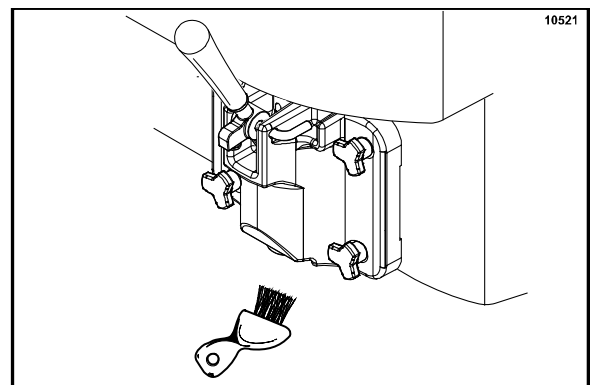

Figure 40
2. Revenir à l'unité avec une petite quantité de solution aseptisante. Tremper la brosse du bec de la porte dans la solution aseptisante et nettoyer le bec de la porte, ainsi que le bas de la vanne de sortie à la brosse (Cf. Figure 40).